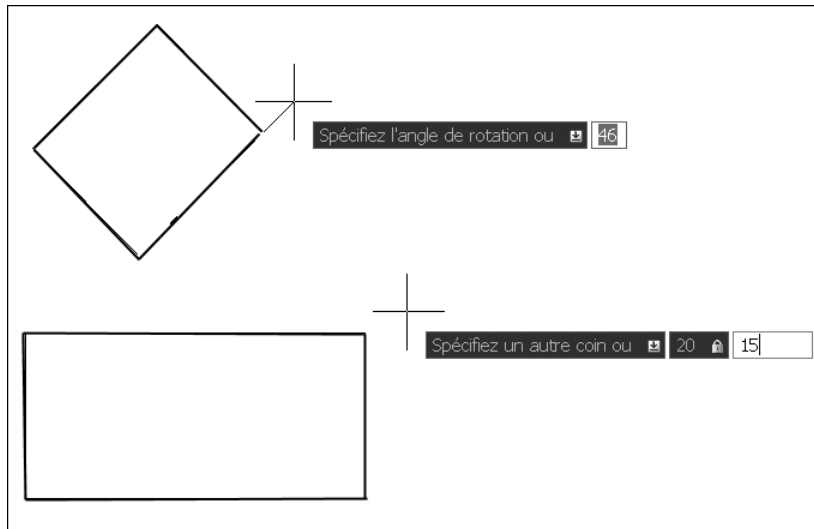

Fig.4.35
- 1 Exécuter la commande de dessin du rectangle à l'aide d'une des méthodes suivantes (fig.4.35):